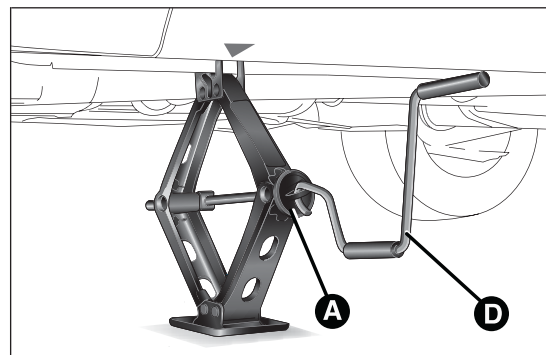
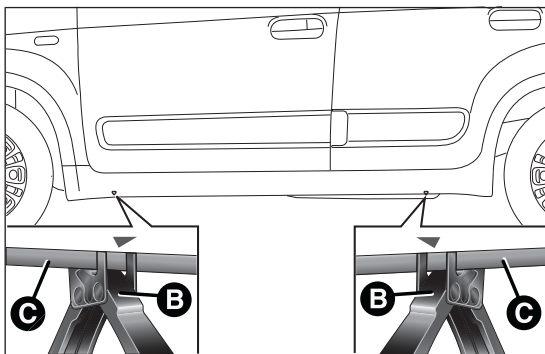

fig. 104
fig. 105
- azionare il dispositivo A fig. 104 in modo da distendere il cric, sin quando la parte superiore B fig. 105 si inserisce correttamente sul longherone C (in corrispondenza del segno ▽ riportato sul longherone stesso);
- inserire la manovella D fig. 104 nella sede sul dispositivo A, azionare il cric e sollevare la vettura, sino a quando la ruota si alza da terra di alcuni centimetri;